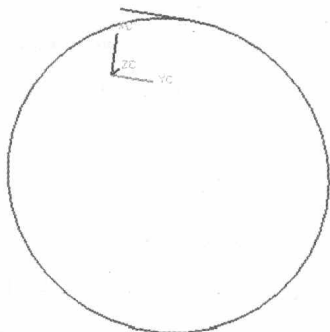

图 1-7 创建直线
(4) 在【基本曲线】对话框中单击【直线】按钮,取消选中【线串模式】复选框,在【点方法】下拉列表框中选择【点构造器】按钮,在弹出的对话框中设置两端点的坐标分别为(50, 51, 0)和(50, 0, 0),创建的直线如图 1-7 所示。